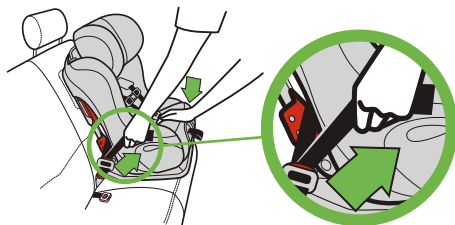

Figure 76
- Appuyez au centre du siège d'auto pour faire baisser le coussin du siège du véhicule et tirez l'extrémité de la ceinture d'ancrage DUA pour la serrer, tel qu'illustré dans la **Figure 76**.